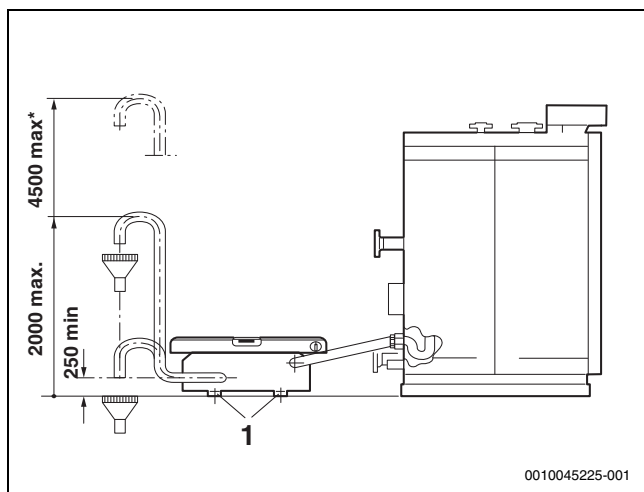

Bild 2 Höhenmaße
Die Neutralisationseinrichtung sollte nach Möglichkeit in der Nähe des Heizkessels bzw. des Wärmetauschers angeordnet werden. Die Höhenmaße aus Bild 2 sind unbedingt zu beachten.
- ▶ Granulatwanne mit den Fußschrauben (→ Bild 2, [1]) waagrecht ausrichten.